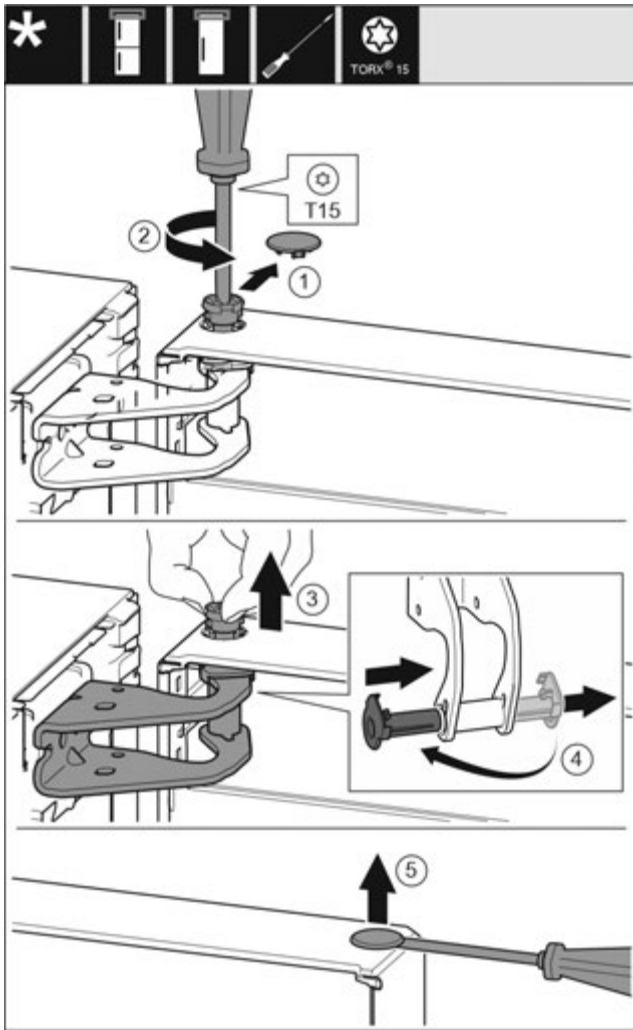

Fig. 10
- ▶ Обережно зніміть запобіжну кришку. Fig. 10 (1)
- ▶ Трохи викрутіть гвинт за допомогою викрутки T15. Fig. 10 (2)
- ▶ Притримуй те дверцята і витягніть палець руками. Fig. 10 (3)
- ▶ Витягніть із напрямної опорну втулку. Встановіть і зафіксуйте з іншого боку. Fig. 10 (4)
- ▶ За допомогою шлицевої викрутки обережно підійміть пробку із опорного втулка дверцят та витягніть її. Fig. 10 (5)